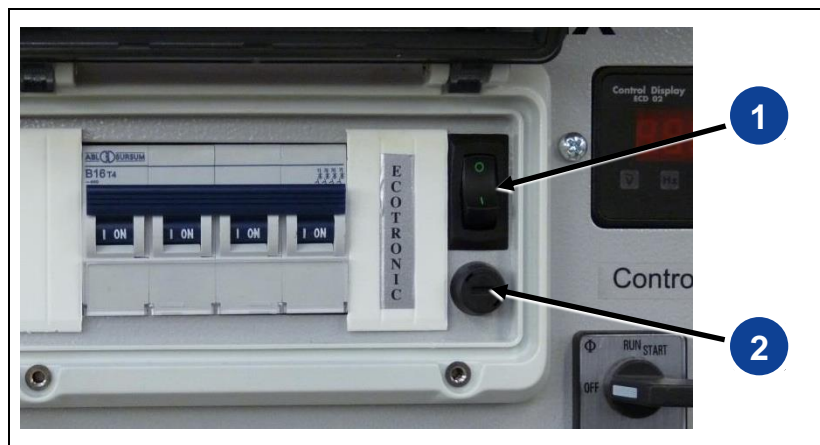

Abb. 4-6: Wippschalter Leerlauf-Drehzahlabsenkung
1. Wippschalter (Abb. 4-6-(1)) in Stellung „I“ (EIN) bringen.
1. Wippschalter (Abb. 4-6-(1)) in Stellung „0“ (AUS) bringen.